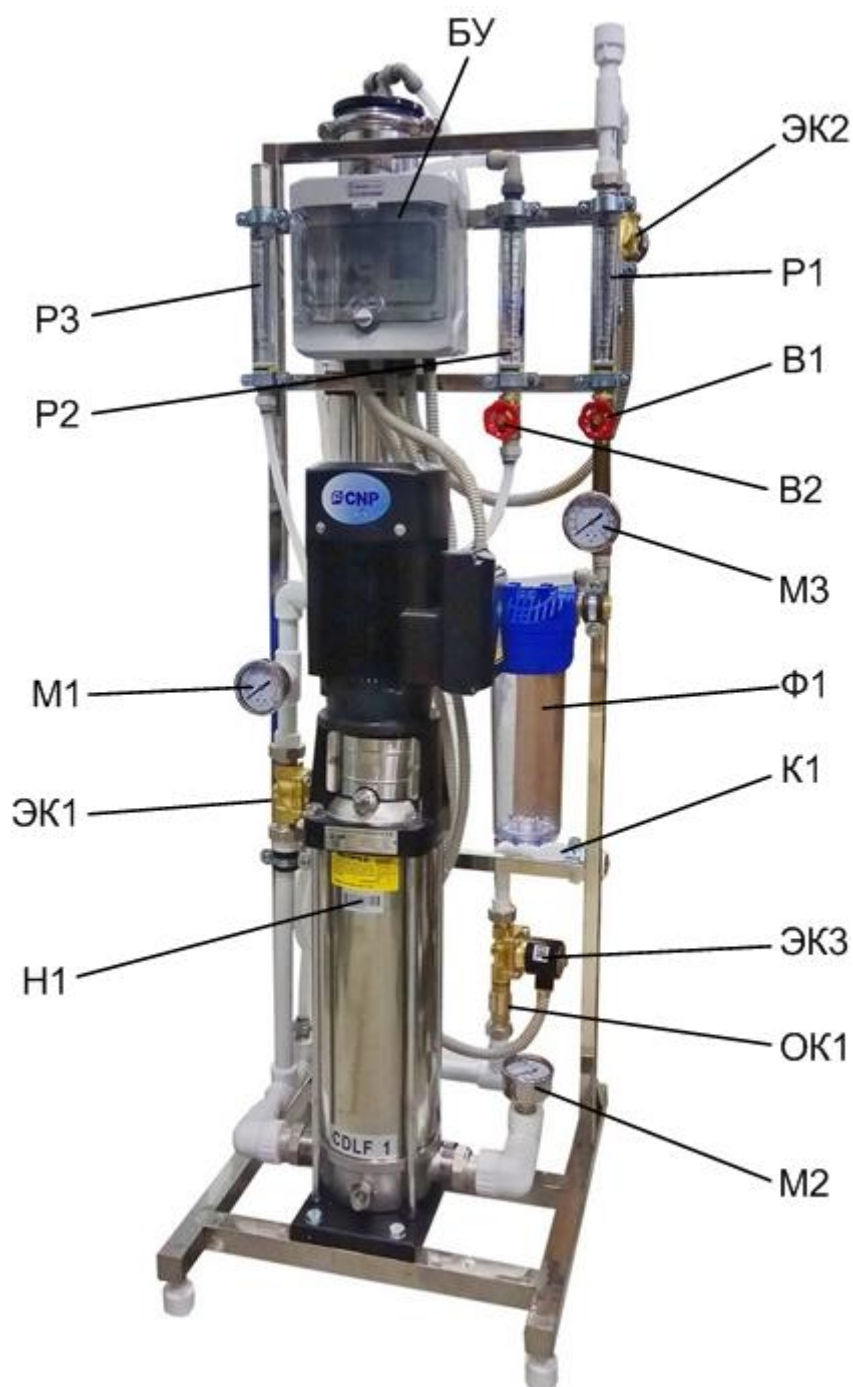

Рис.1 Общий вид установки.
2.1 Общий состав установки (см. рис. 1)
Перед мембранным блоком установлен фильтр механической очистки с размером пор 10 мкм (Ф1 на рис. 1). Данный фильтр предохраняет мембраны от мелких механических примесей, присутствующих в воде.
2.1.3 Насос высокого давления (Н1 - на рис. 1) предназначен для повышения давления перед мембранным блоком до значения, необходимого для нормальной работы мембранных элементов.
Установка оснащена следующими приборами (рис. 1):